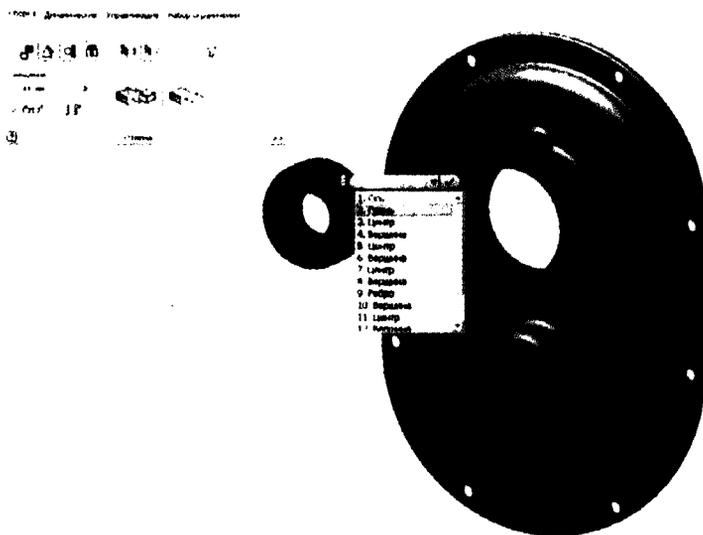

Рис. 8.5. Использование опции **Выбрать другое** для размещения сборочной зависимости
7. Щелкните по первой грани из списка, как показано на рис. 8.5.